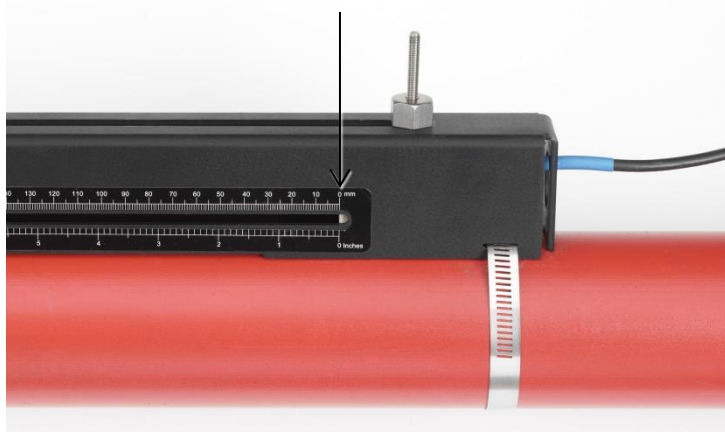

Figure 14 Aligner le bord du transducteur situé en aval (bleu) avec le zéro de l'échelle graduée
5. Glisser avec précaution l'ensemble du transducteur en aval le long du rail de guidage jusqu'à ce que la face intérieure du transducteur soit alignée avec la valeur « 0 » de l'échelle graduée (Figure 14).